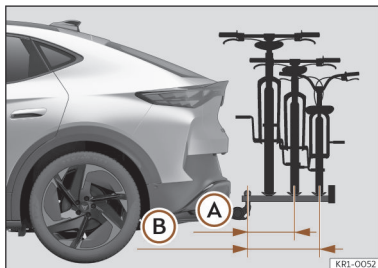

Fig. 175 Representação esquemática da saliência máxima da carga num porta-bicicletas para duas ou três bicicletas.
A saliência máxima não deverá exceder, no caso dos porta-bicicletas de duas bicicletas, os 500 mm desde o centro da cabeça esférica até ao centro da faixa do último suporte >>> **Fig. 175 (A)**. No caso dos porta-bicicletas de três bicicletas, não se deverão exceder os 700 mm >>> **Fig. 175 (B)**.